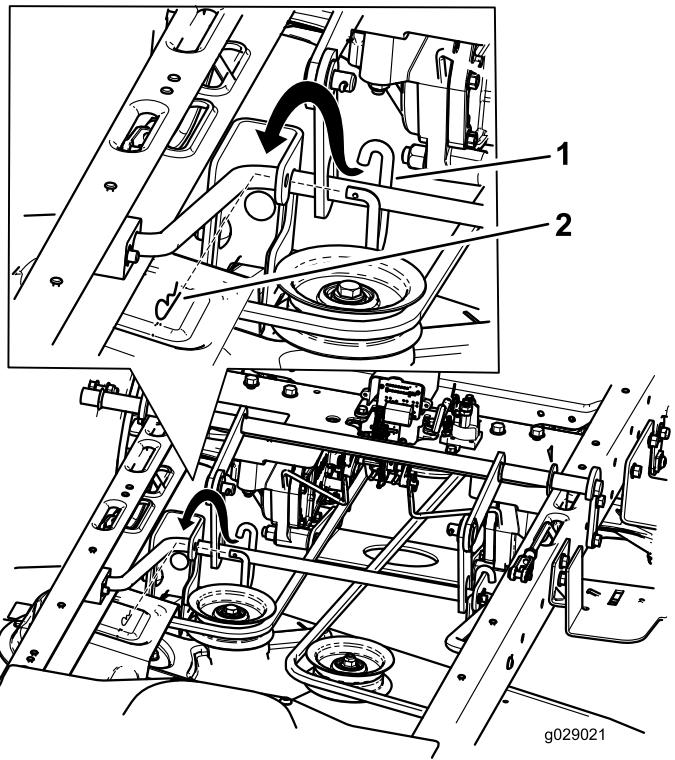
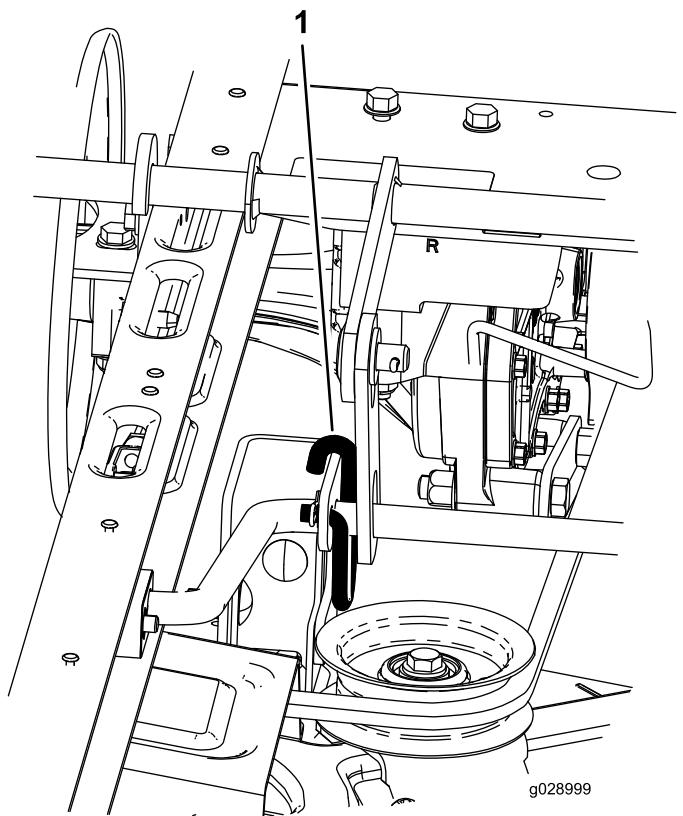

Bild 2
Bild 3
2. Montieren Sie den linken und rechten Mähwerkbefestigungslenker und befestigen sie mit den Splints. Siehe Bild 2 und Bild 3.
Hinweis: Stellen Sie sicher, dass die Lenker zwischen dem Mähwerk und den Rahmenhalterungen montiert sind, wie in Bild 3 abgebildet.